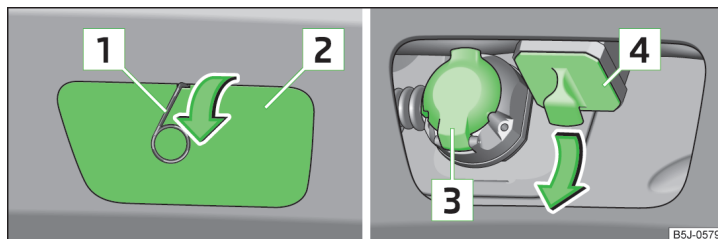
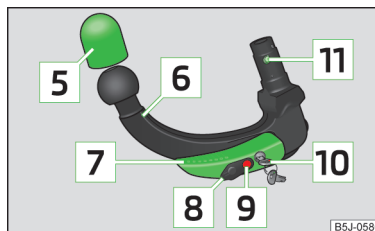

Fig. 117 Retirar la tapa: en el parachoques trasero / para la cavidad de alojamiento
Fig. 118 Barra de cabeza esférica
Descripción de las imágenes » fig. 117 y » fig. 118
- Extraiga la caperuza protectora situada en el parachoques trasero **2** » fig. 117 de la página 124 por medio del estribo para retirar los tapacubos integrales en el sentido de la flecha.
- Extraiga la caperuza protectora de la cavidad de alojamiento **4** » fig. 117 de la página 124 en el sentido de la flecha » **i**.
Conserve en un lugar apropiado del maletero la tapa [2] y la tapa [4] » fig. 117 de la página 124 después de extraerlas.
- Introduzca la caperuza protectora para la cavidad de alojamiento **4** » fig. 117 de la página 124 en el sentido contrario al de la flecha.
- Coloque la caperuza protectora situada en el parachoques trasero **2** » fig. 117 de la página 124 por los "ganchitos" situados en el área inferior del parachoques.